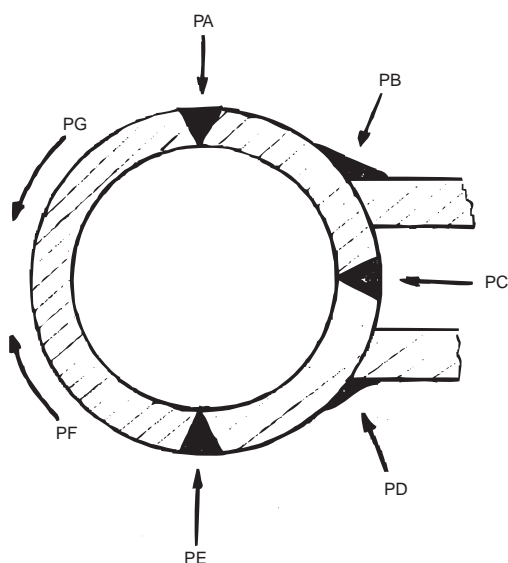

Bild 21 Schweißpositionen nach ISO 6947
Nach ISO 6947 werden die Schweißpositionen mit PA – PG bezeichnet. Diese sind, wenn man Sie an einem Rohr betrachtet von oben (PA) ausgehend im Uhrzeigersinne alphabetisch angeordnet –Bild 21.